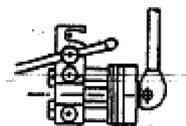

Fig. 1
- A. Stringete l'attrezzo su una morsa. Montate la leva sulla camma. Allentate il dado comandato dalla leva e aprite la staffa di ritegno delle matrici. **(Fig. 1)**